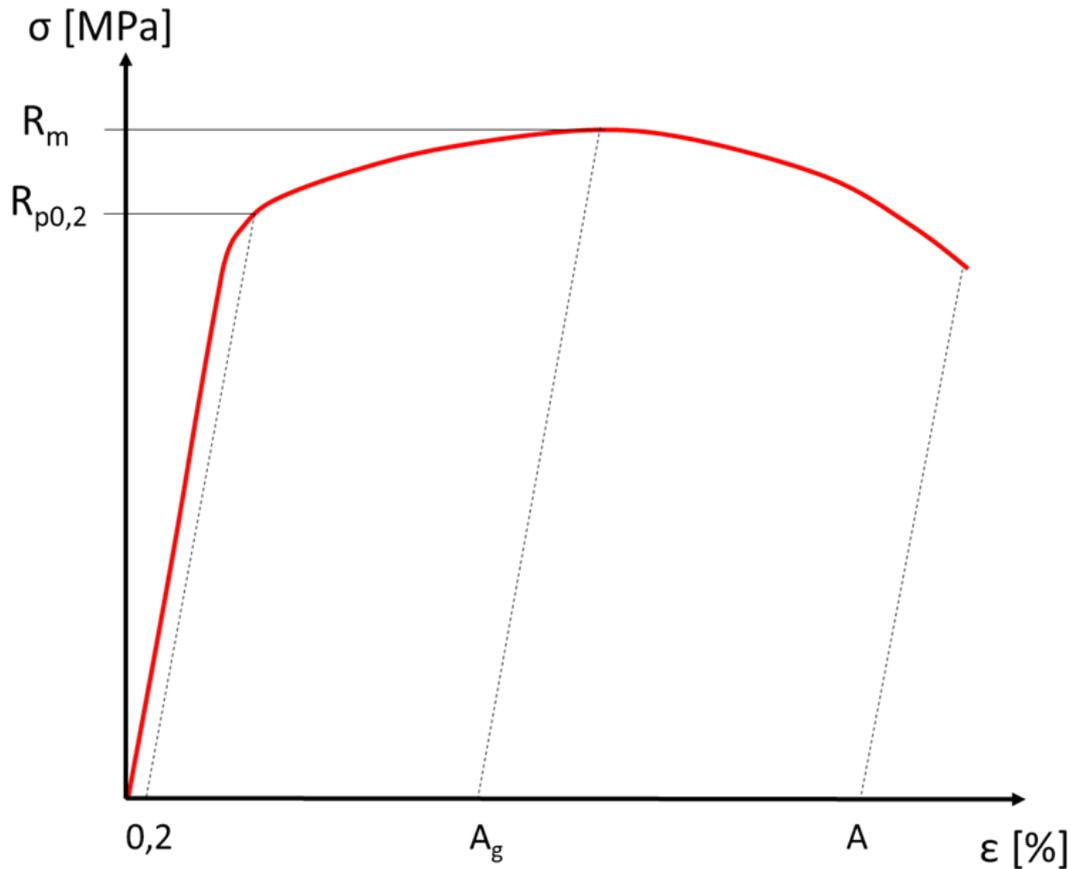

Abbildung 3: Spannungs-Dehnungs-Diagramm von Aluminium
Trittfläche, Gabel und Lenker bestehen aus Aluminium. In einem Zugversuch wurde der Werkstoff überprüft und Kennwerte aufgenommen (siehe **Abb. 3**).
- c) Beschreiben Sie das in Abbildung 3 dargestellte Verhalten des Werkstoffs in den unterschiedlichen Bereichen. **(4 VP)**